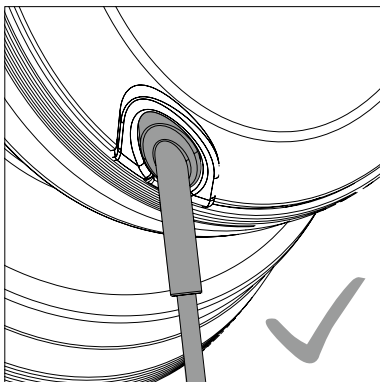

Abb. 3
- Führen Sie die Stecker soweit ein, bis diese eingeklinkt sind und das Steckergehäuse bündig mit der Hörmuschel abschließt (Abb. 3).